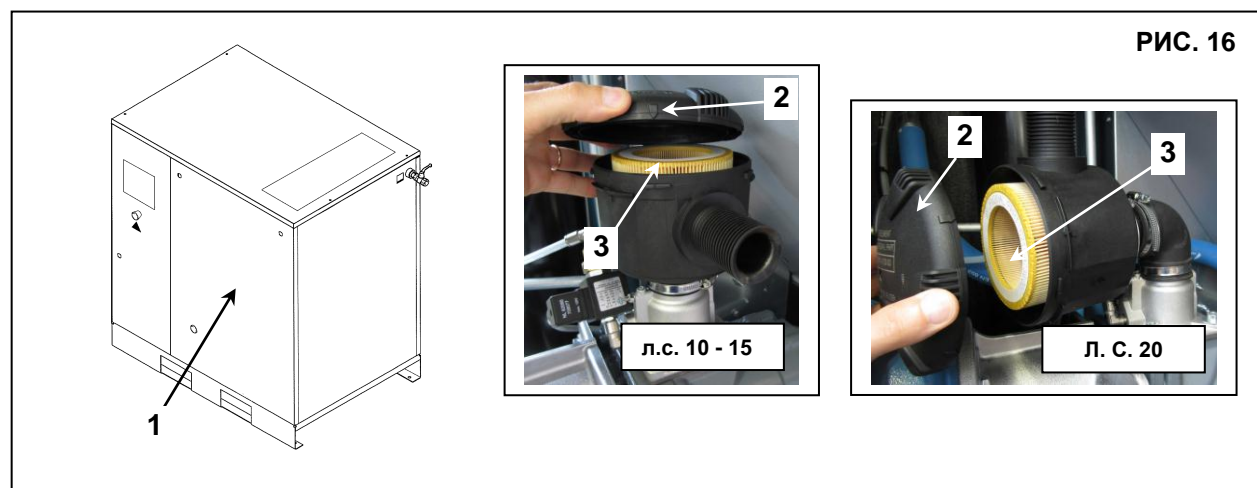

РИС. 16
- снимите панель, поз. 1 рис. 16
- Снимите кожух поз. 2, рис. 16
- Снимите фильтр поз. 3, рис. 16
- Закройте панель поз. 1 рис. 16.